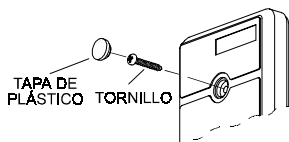

Figura 4. Cierre de la tapa frontal
- A. Quite el tornillo y la tapa frontal (vea figura 4). La tapa redonda de plástico se suministra por separado en una pequeña bolsa de plástico.